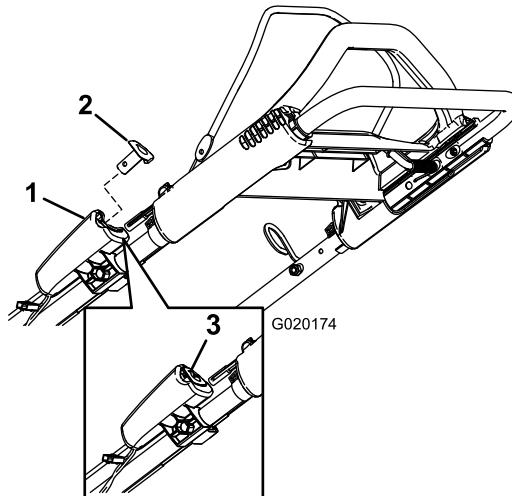

Figura 18
2. Premete il pulsante di avviamento elettrico fino a quando il motore non si avvia (Figura 18).
Nota: Se il pulsante di avviamento elettrico è stato rimosso, inseritelo nell'avviatore elettrico; fate riferimento a Figura 18.